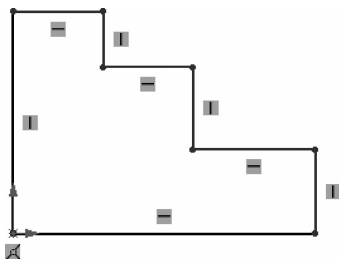

图 1-25 阶梯台零件模型草图(绘制基本图形)
- (1) 单击【新建】按钮,在打开的【新建 SOLIDWORKS 文件】对话框中双击【零件】图标。
- (2) 在【特征管理器设计树】选项卡中选择【前视基准面】,单击【草图】按钮,进入草图绘制模式。
- (3) 大致绘制草图。单击【直线】按钮,绘制基本图形,如图 1-25 所示。